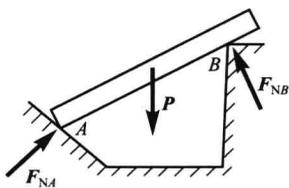

图 1-7
(1) 当两个物体的接触点处有一物体无法线(如图 1-7 杆的尖角  $A$  及槽的尖角  $B$  处),则压力沿另一物体法线方向。